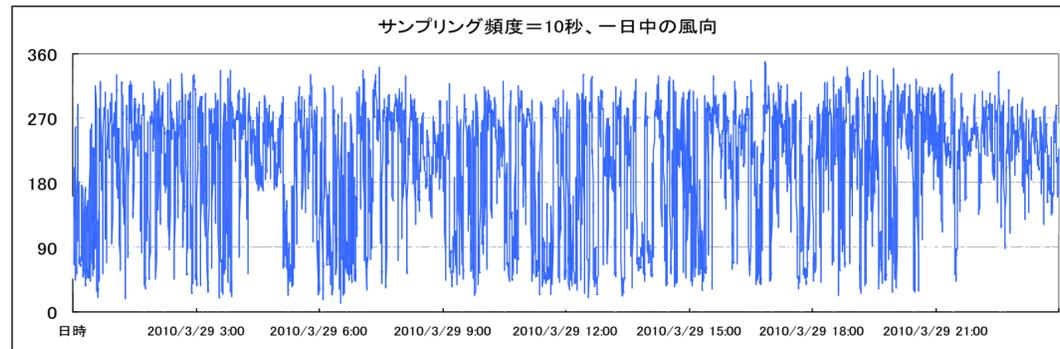

図2. 超音波風速計で実測した風向の時系列
- 図2に示すように、自然風風向の時系列は大体周期的に変動している。しかし、この周期の同定が難しい
- 図2に示すように、一日中、自然風の風向が広い範囲で変動している ( $0^{\circ} \sim 360^{\circ}$ )。